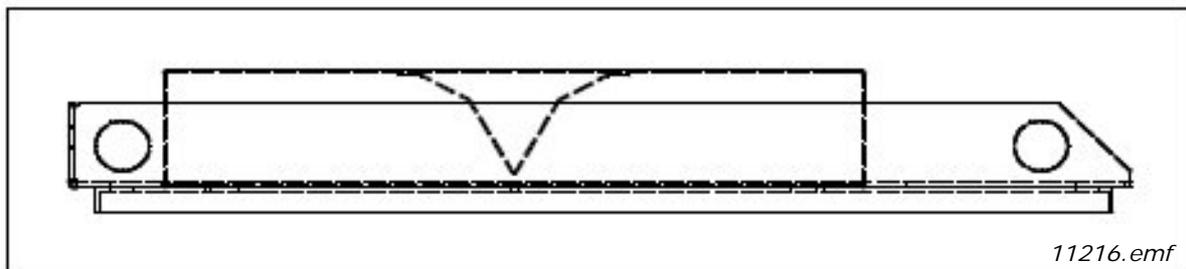

Figura 40. Estructura de la cubierta vista desde el lateral
**NOTA:** Si se utiliza un tejado plano, montar una guía de aire con forma de V en la parte inferior del tejado para dirigir el flujo de aire horizontalmente. Vea la Figura 40.